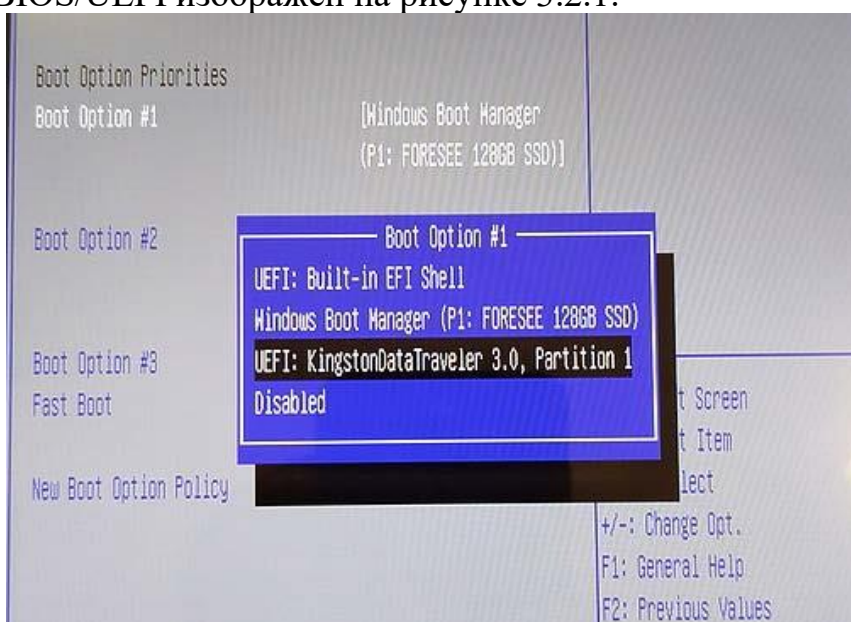

Рис. 3.2.1 - Общий вид режима настроек BIOS/UEFI
- После перехода в режим настроек BIOS/UEFI необходимо с помощью кнопок на клавиатуре выбрать раздел Boot и изменить параметр Bootoption #1 на UEFI: KingstonDataTraveler 3.0 (см. рис. 3.2.1).